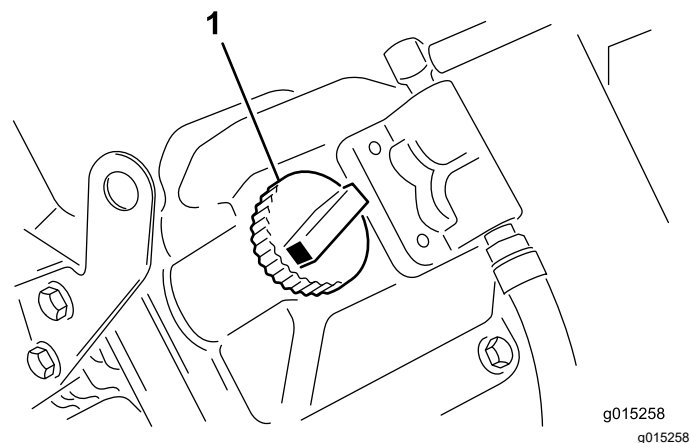

Figure 9
- Si le niveau n'atteint pas le repère maximum, enlevez le bouchon du tube de remplissage et faites l'appoint jusqu'à ce que le niveau correct soit atteint (Figure 9).